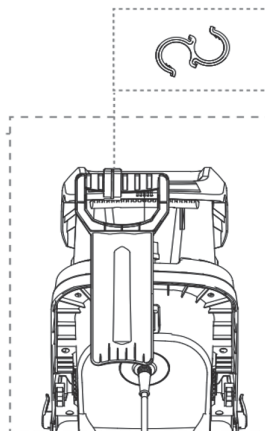

Рис. 5
4. Откиньте верхнюю часть корпуса вперед или снимите верхний корпус, подняв его вертикально вверх, и отложите в сторону (рис.5)